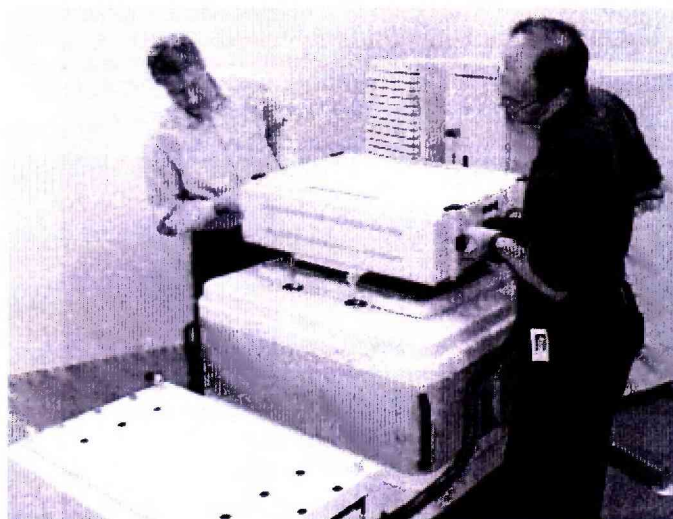

Рисунок 17 - Установка устройства позиционирования на тестовой голове
7.5.4.5 Осторожно установить устройство позиционирования на тестовую голову, так чтобы все направляющие штыри жесткой стыковки вошли в цилиндры, установленные в тестовой голове (рисунок 17). Убедиться, что лицевая часть устройства позиционирования установлена параллельно поверхности пользовательского интерфейса тестовой головы.